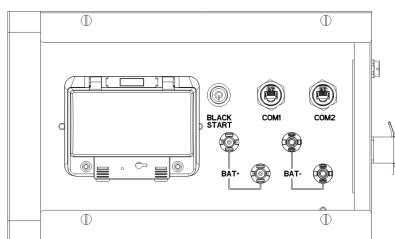
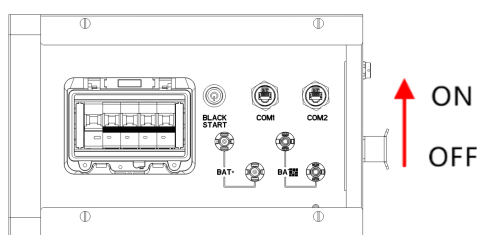

Fig. 1
Fig. 2
Étape 2 : Ouvrez le capot de protection du disjoncteur CC (Fig. 1). Puis activez le disjoncteur CC (Fig. 2).